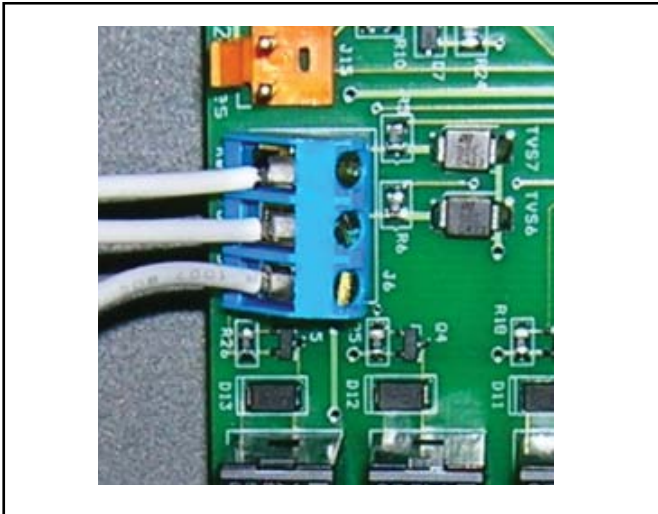

Figura 12a. Conexión a un Selector Remoto Piscina-Apagado-Spa (Conexión de 3 Cables)
4. Conecte el cableado desde el sistema de control piscina/spa hasta la terminal de control remoto de la bomba de calor (véase Figura 12a).